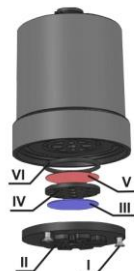

Рисунок 6.1
6.6 Для обеспечения защиты газового сенсора БД для тяжелых условий эксплуатации от проникновения воды и пыли используется система, изображенная на рис. 6.1. Она состоит из:
- (I) – крепежные винт
- (II) – защитная крышка,
- (IV) – крышка сетки,
- (V) – гидрофобная мембрана с размером пор 0.6 мкм типа МФФК-4 (диаметр 25мм)
- (VI) – уплотнитель мембраны.
- очистить защитную крышку (II) и крышку сетки (IV), детали из угленаполненного полиамида;
- заменить гидрофобную мембрану (V).
Сборку производить согласно рис. 6.1. Уложить элементы (III), (IV) и (V) на защитную крышку (II) – защитная крышка в сборе. Мембрану положить ровно по центру. Вставить уплотнитель (VI) в паз корпуса БД. Приставить защитную крышку в сборе к корпусу БД – есть ключ для однозначной установки. Зажать винты (I).